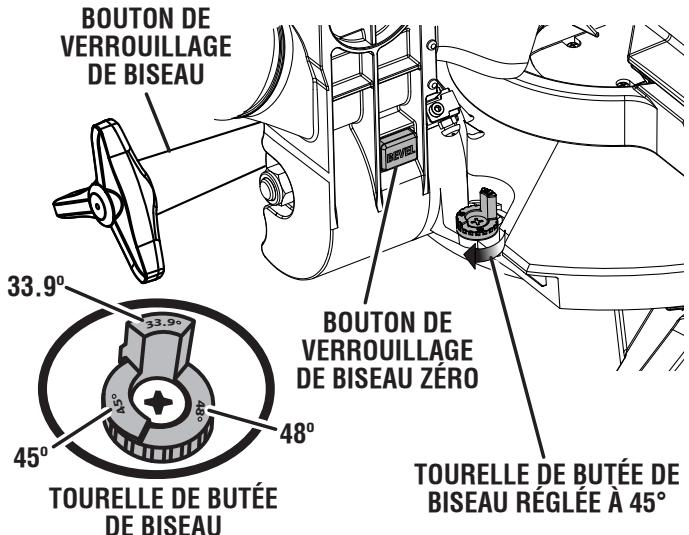

Fig. 29
- **NOTE :** Utiliser la la tourelle de butée de biseau pour repérer les angles de biseau de 33,9°, 45° et 48°. Voir la figure 29.
NOTE : Utiliser la tourelle de butée de biseau pour repérer les angles de biseau de 33,9°, 45° ou 48°. Voir la figure 29.